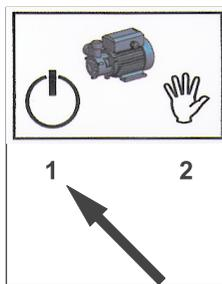

Рисунок 5b:
**Переключатель режимов работы водяного насоса «Автоматический режим работы» (Рис. 5b, 1)**
**Переключатель режимов работы водяного насоса «Ручной режим работы» (Рис. 5b, 2)**